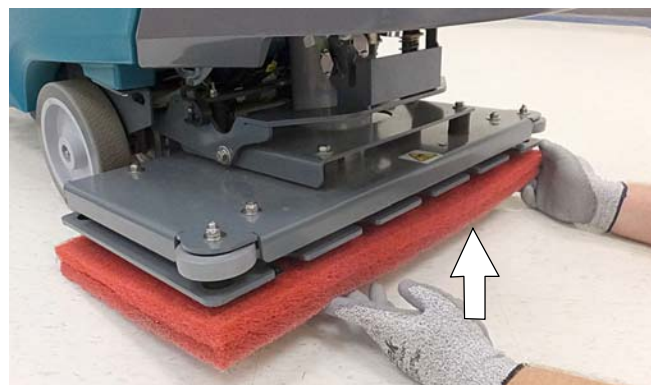

ABB. 15
3. Bringen Sie die beiden Scheiben an der Unterseite des Schrubbkopfes an (Abbildung 15). Stellen Sie sicher, dass die Polierscheibe am Schrubbkopf zentriert ist.